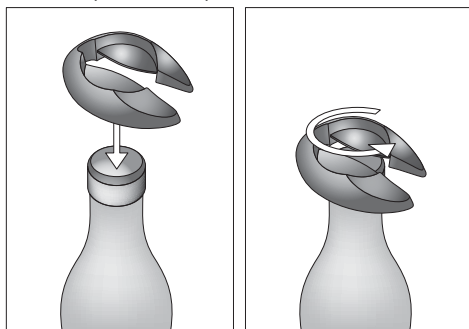

Figure 2
- 1) Pour couper le manchon à feuille au-dessus du bouchon, veuillez utiliser le coupe-capsule ❻ : Posez le coupe-capsule ❻ comme indiqué sur la Figure 2 sur la bouteille de vin fermée.